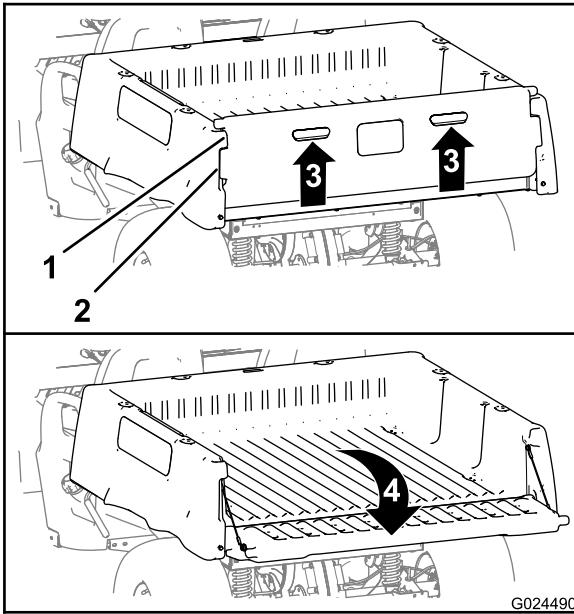

図 14
2. テールゲートのバックパネルについているフィンガープルを持ち上げる図 14。
3. テールゲートのロックフランジを、荷台のテールゲートフランジの開口に合わせる図 14。
4. テールゲートを後方に倒す図 14。
6. テールゲートを立てて閉じ、ロックフランジテールゲート側がテールゲートポケット荷台側と面一になるようにする 図 14。
7. 荷台の背部まで、テールゲートを下る 図 14。